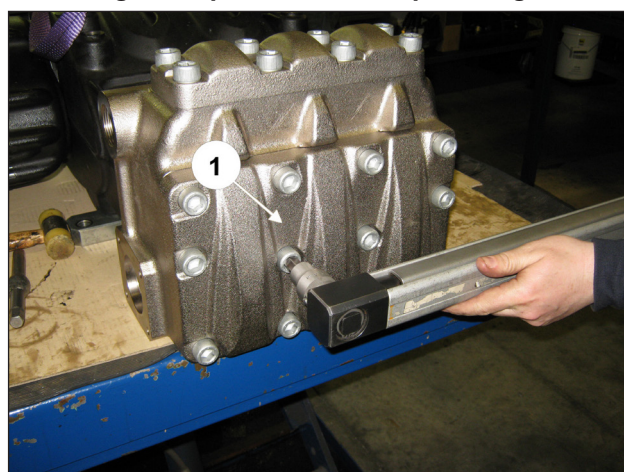

Fig. 149
Apretar en diagonal los 6 tornillos M16x200 empezando por los 4 tornillos internos y siguiendo por los 2 externos (pos. ①, Fig. 149).